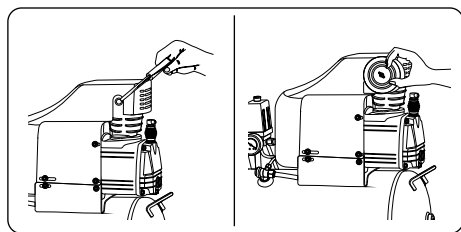

FIGURA 6.7
- Retire el tapón plástico alojado en el filtro de aire, en la tapa de cilindro o en el soporte. Instale enseguida el filtro de aire (figura 6.7).